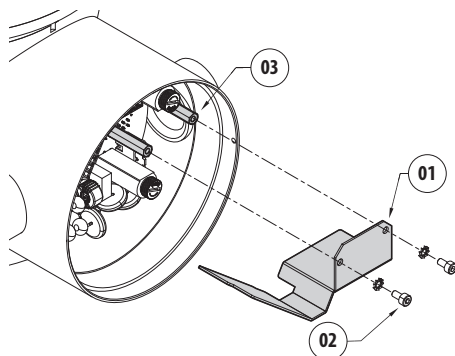
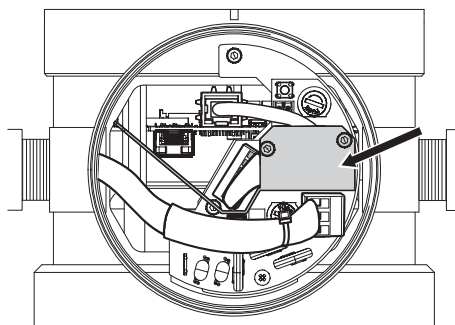

Рис. 17
Рис. 18
После подсоединения ко всем разъемам и перед включением устройства установите разделительный барьер, входящий в комплект. Закрепите барьер (01) с помощью специальных винтов и шайб (02) к подготовленным разделителям (03) (Рис. 17, страница 102 и Рис. 18, страница 102).